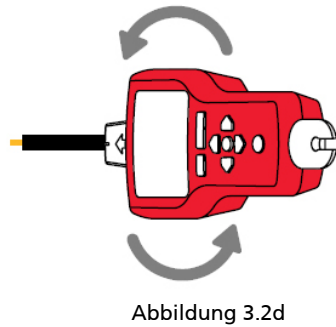

Abbildung 3.2d
6. Drehen Sie den Sender zum Überprüfen der Kabelrichtung hin und wieder um 90°. Wenn das Kabel in Flucht mit der Vertiefung im Spitzsensor verläuft, erhalten Sie die höchste Signalstärke. (siehe Abbildung 3.2d)